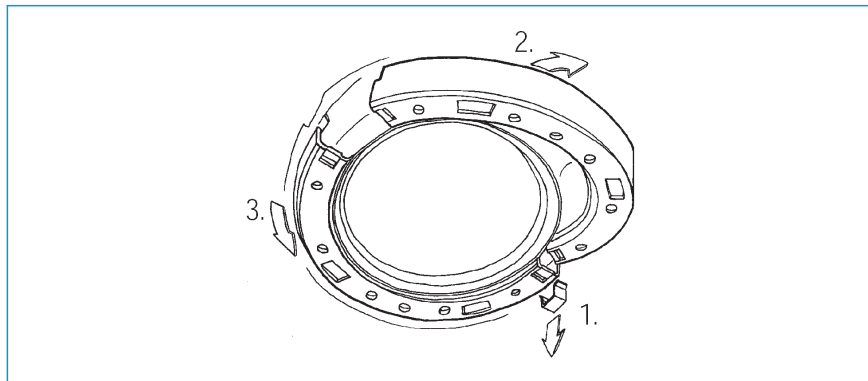

Fig. 14
- Hay que vaciar la cuba y desmontar la abrazadera (ver fig. 14) para la desincrustación del calentador. No se debe tratar el revestimiento de la cuba ni el ánodo con productos desincrustantes.